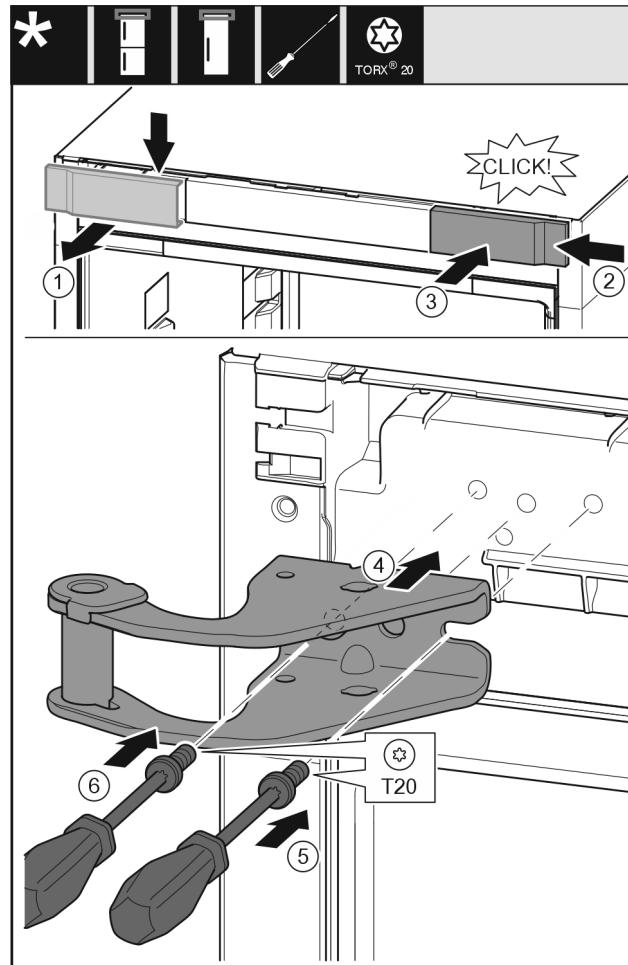

Fig. 14
► 从上方朝前取下盖板 Fig. 14 (1)。
► 将盖板 Fig. 14 (2)旋转 180° 至另一侧从右边挂上。
► 插入盖板 Fig. 14 (3)。
► 装上方的托架 Fig. 14 (4)。
► 用螺丝刀放上并旋紧螺钉 Fig. 14 (5)。
► 用螺丝刀放上并旋紧螺钉 Fig. 14 (6)。